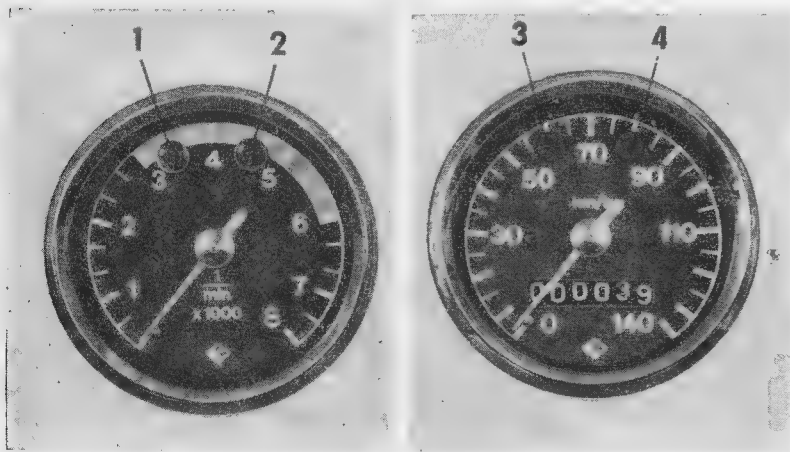
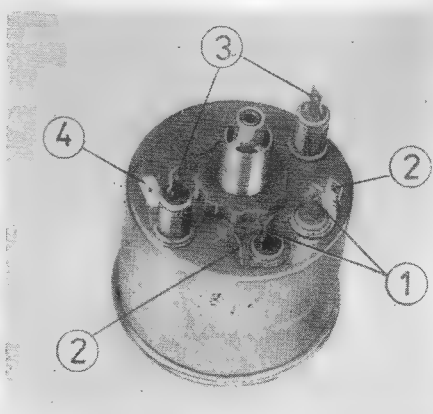

Bild 111. Anordnung der Kontrollleuchten
Bild 112. Anordnung der Lampen in den Instrumenten
Die Luxusausführung hat außer dem ebenfalls rechts angeordneten Tachometer auf der linken Seite einen mechanisch angetriebenen Drehzahlmesser (siehe Bild 111).
Die Anordnung und Bedeutung der Kontrollleuchten ist aus Bild 111 ersichtlich. Über die Verkabelung bzw. Zusammenschaltung mit anderen elektrischen Geräten sind die notwendigen Angaben in den Stromlaufplänen (Bilder 109 und 110) vorhanden. Tachometer und Drehzahlmesser sind bei Nachtfahrt beleuchtet. Dazu dienen die im Bild 112 mit (3) gekennzeichneten Lampen, die über den Flachsteckanschluß (4) Masse erhalten.
Die Funktion der mit (1) gekennzeichneten Lampen geht aus Bild 111 hervor. Den Kontrollleuchten (1) wird das fehlende elektrische Potential über die Flachsteckanschlüsse (2) zugeführt.